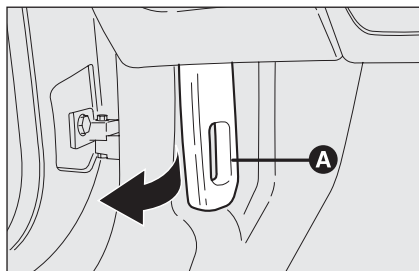

fig. 116
- tirer le levier **A-fig. 116** dans le sens indiqué par la flèche de manière à décrocher la serrure du compartiment moteur;